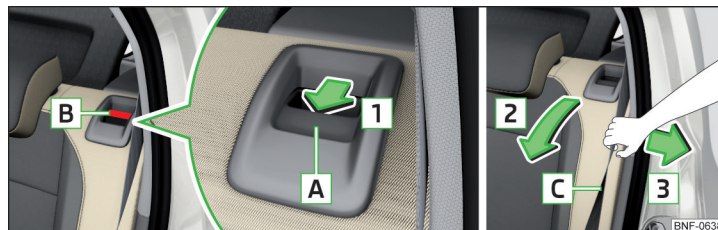

Fig. 50 Fremklapning af ryglæn / Sådan trækkes selen mod sidebeklædningen.
- Tryk udløsergrebet [A] i pilens retning [1], og klap ryglænet i pilens retning [2] » Fig. 50.
- Træk sikkerhedsselen [C] mod sidebeklædningen i pilens retning [3] » Fig. 50.